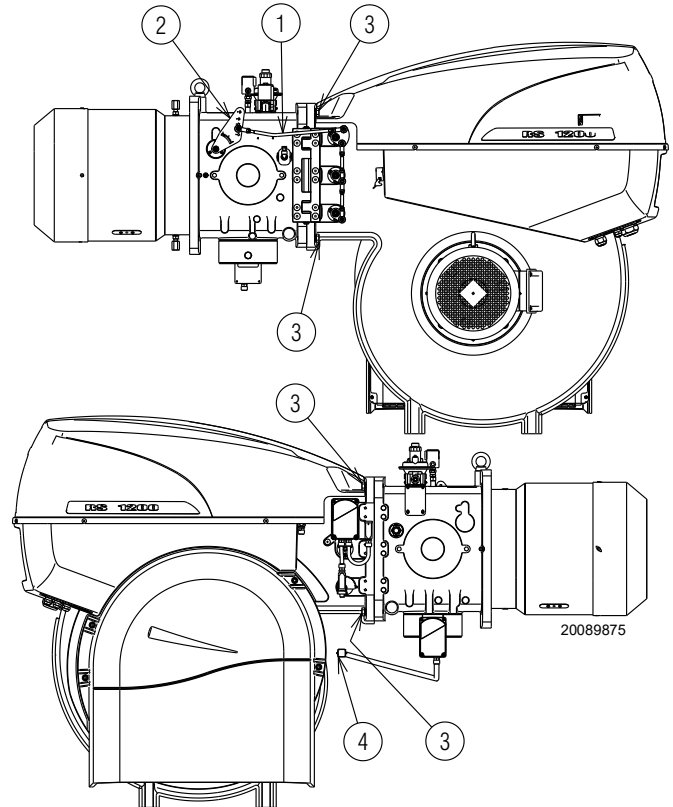

Fig. 30
- Aflojar la tuerca 2) y quitar el tirante 1)(Fig. 30) de la palanca de movimiento del cabezal.